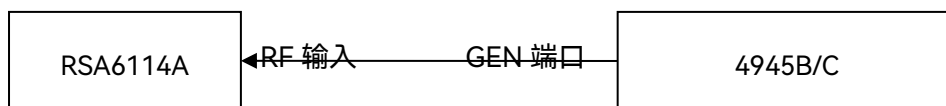

图 7.10 跳频信号发生特性测试框图
- (1) 如图 7.10 连接测试仪器, 设置 4945B/C 为射频发射模式, 幅度-10dBm, 列表跳频模式, 跳频起始频率 570MHz, 跳频终止频率 630MHz, 跳频点数 4000, 驻留时间 $5\mu\text{s}$, 切换时间 $5\mu\text{s}$;
- (2) 设置实时频谱分析仪为数字余辉模式, 参考电平 0dBm, 分析带宽 100MHz, 利用光标测量跳频带宽, 记入表格 A.1 相应空格处;
- (3) 设置实时频谱分析仪为频率-时间测量模式, 参考电平 0dBm, 分析带宽 150kHz, 时间跨度 200ms, 跳频点数 2 点, 利用光标测量两个跳频频率点的频率捷变时间记入表格 A.1 相应空格处;
- (4) 跳频带宽实测值在表格 A.1 所示范围内, 频率捷变时间 $< 10\mu\text{s}$, 则跳频信号带宽和频率捷变时间合格。